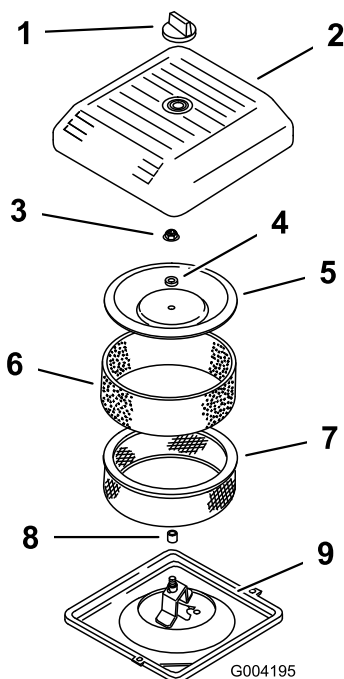

図 15
2. エア・クリーナのカバーを固定しているノブを外し、カバーを取り出す(図 15)。
3. ペーパー・エレメントについているスポンジ・エレメントを注意深く外す(図 15)。
4. カバー・ナットを外し、カバー、スペーサ、ペーパー・エレメントを外す(図 15)。
2. エア・クリーナのベースにエア・クリーナ・アセンブリを取り付ける(図 15)。
3. カバーとスペーサを元どおりに取り付け、ナットで固定する(図 15)。ナットを 95 in-lb (10.7 N-m=1.0 kg.m) にトルク締めする。
4. エア・クリーナのカバーを元通りに取り付け、ノブで固定する(図 15)。